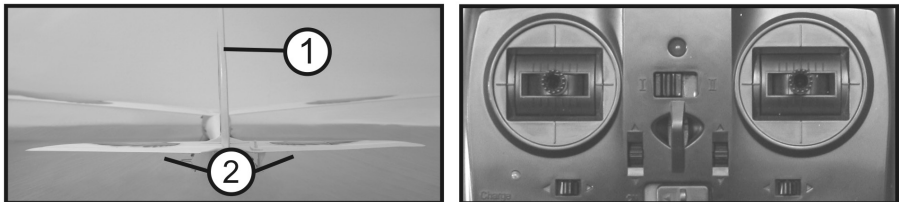

Bild 10
Wenn die Steuerknüppel für die Seitenruder- und Höhenruderfunktion sowie die digitale Trimmung der Steuerfunktionen exakt in der Mittelstellung stehen, sollten das Seitenruder (Bild 10, Pos.1) und das Höhenruder (2) genau in der Mittelstellung stehen. Von hinten gesehen, müssen Seiten- und Höhenruder zusammen mit dem Leitwerk eine Ebene bilden und dürfen weder nach oben oder unten bzw. links oder rechts ausgelenkt sein.